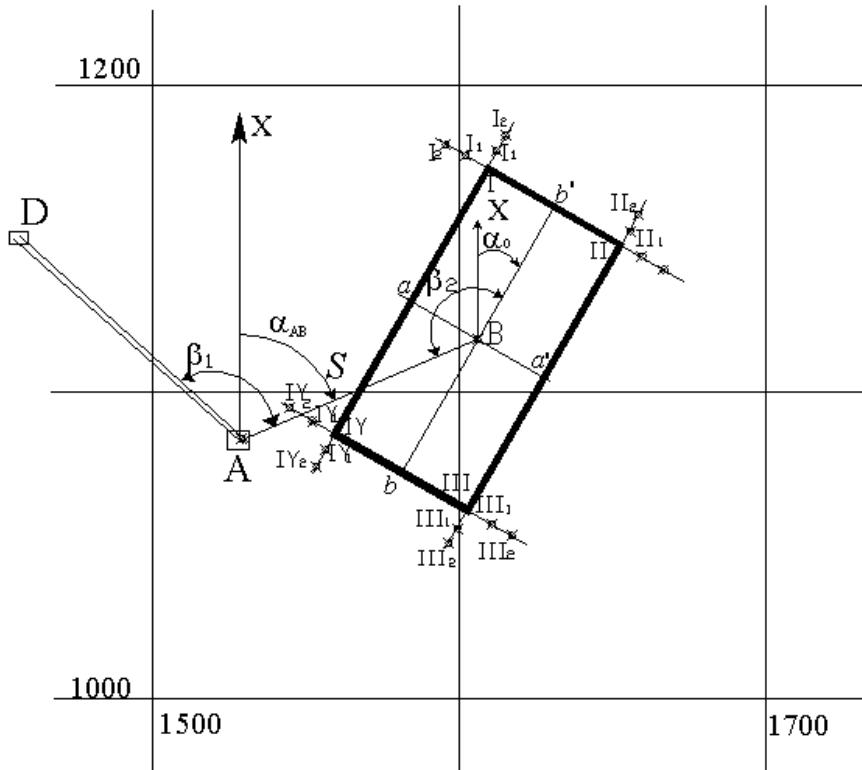

Рисунок 1. Пояснительная схема к проекту разбивки здания на промышленной площадке карьера.
В соответствии с генеральным планом промышленной площадки карьера требуется перенести в натуру здание размером 110x50,0 м. Координаты центра (**B**) здания (X_B , Y_B) и дирекционный угол (α_0) продольной оси здания приведены в таблице 2. Проект разбивки здания составить на миллиметровке в масштабе 1:1000 (см. рисунок 1).
откладывают горизонтальное проложение S и фиксируют на промышленной площадке точку B . (рис.1).
6) Разбивка в натуре углов здания (**I**, **II**, **III**, **IV**) производится от осей здания. Устанавливают теодолит в точке " a ", визируют на точку B откладывают угол 90° и половину продольного размера здания и закрепляют на площадке точку **I**. Затем откладывают угол 90° в противоположную сторону и половину продольного размера здания и фиксируют в натуре точку **II**. Аналогичным образом закрепляют на промышленной площадке углы здания **III** и **IV**. Контроль разбивки здания осуществляется по створности линий **I**-" a "-**IV** и **II**-" a "-**III** (см. рисунок 1). При этом отклонение от створа не должно превышать ± 5 мм.
7) Закрепление строительных осей стен здания производится методом створной выноски. Каждая из четырех осей здания закрепляется 4 пунктами - по 2 пункта с каждой стороны (см. рисунок 1).